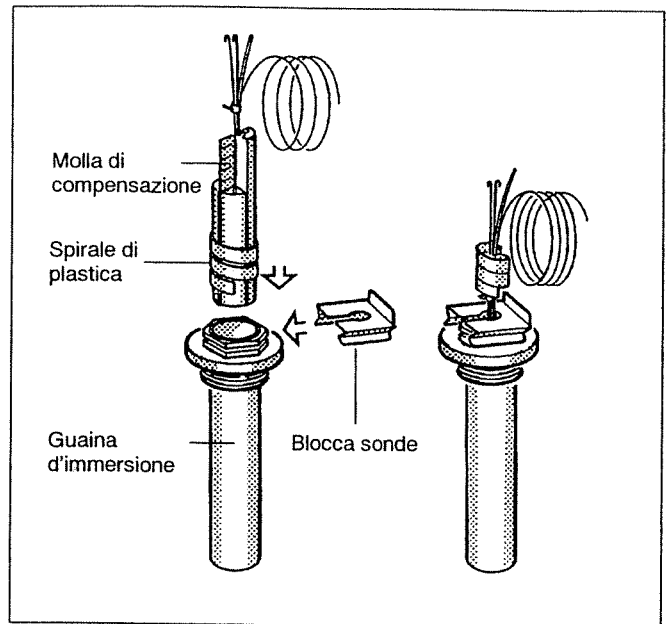

Fig. 17: Guaina d'immersione e sonde di temperatura
- Inserire le sonde di temperatura nella guaina d'immersione fino all'arresto. La spirale di plastica arretra automaticamente. La molla di compensazione deve essere anch'essa spinta nella guaina d'immersione (Fig. 17).
- Premere il blocco sonde (volume di fornitura apparecchio di regolazione) dal lato o dall'alto sulla testa della guaina d'immersione (Fig. 17).